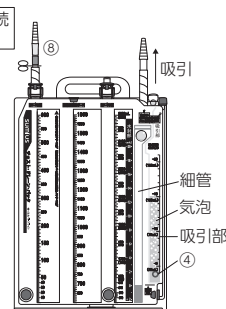

図 4
- 1) 吸引装置接続チューブ⑫を吸引装置へ接続する。
- 3) 胸腔ドレーン接続チューブ⑧をチューブ鉗子等でクランプする。吸引を続けると水封部（青色）の気泡が徐々になくなり吸引部（吸引圧制御部）の水中（黄色）に気
泡が発生する。（図4）気泡は吸引装置の吸引圧の強さによりサイレンサー④からとその下方からとの2箇所から発生する場合があるが、サイレンサー④からのみ気泡が発生する状態にすると発泡音が小さくなる。（胸腔内圧の変動が大きい場合はサイレンサー④からのみ発泡させることができない）